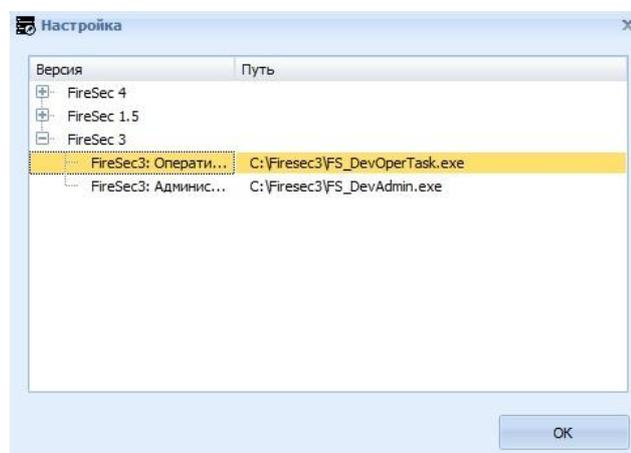

Рисунок 32.7 Окно «Настройки»
- 6) Указать путь к клиентским приложениям «Администратор» и «Оперативная задача» используемых версий ПО. Для этого выбрать пункт **Настройки** меню **Файл**. В открывшемся окне «Настройка», напротив названий приложений, с помощью двойного щелчка мыши, указать путь к файлу (Рисунок 32.7).